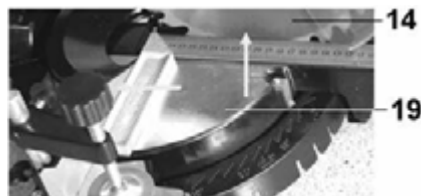

Рис. 7
Ослабьте четыре винта (33). Передвигайте упор (3), установите прямой угол между плоскостью пильного диска (14) и плоскостью упора (3) по угольнику (не комплектуется), Рис. 7, 8. Зафиксируйте положение упора (3) винтами (33), Рис.2, 8.